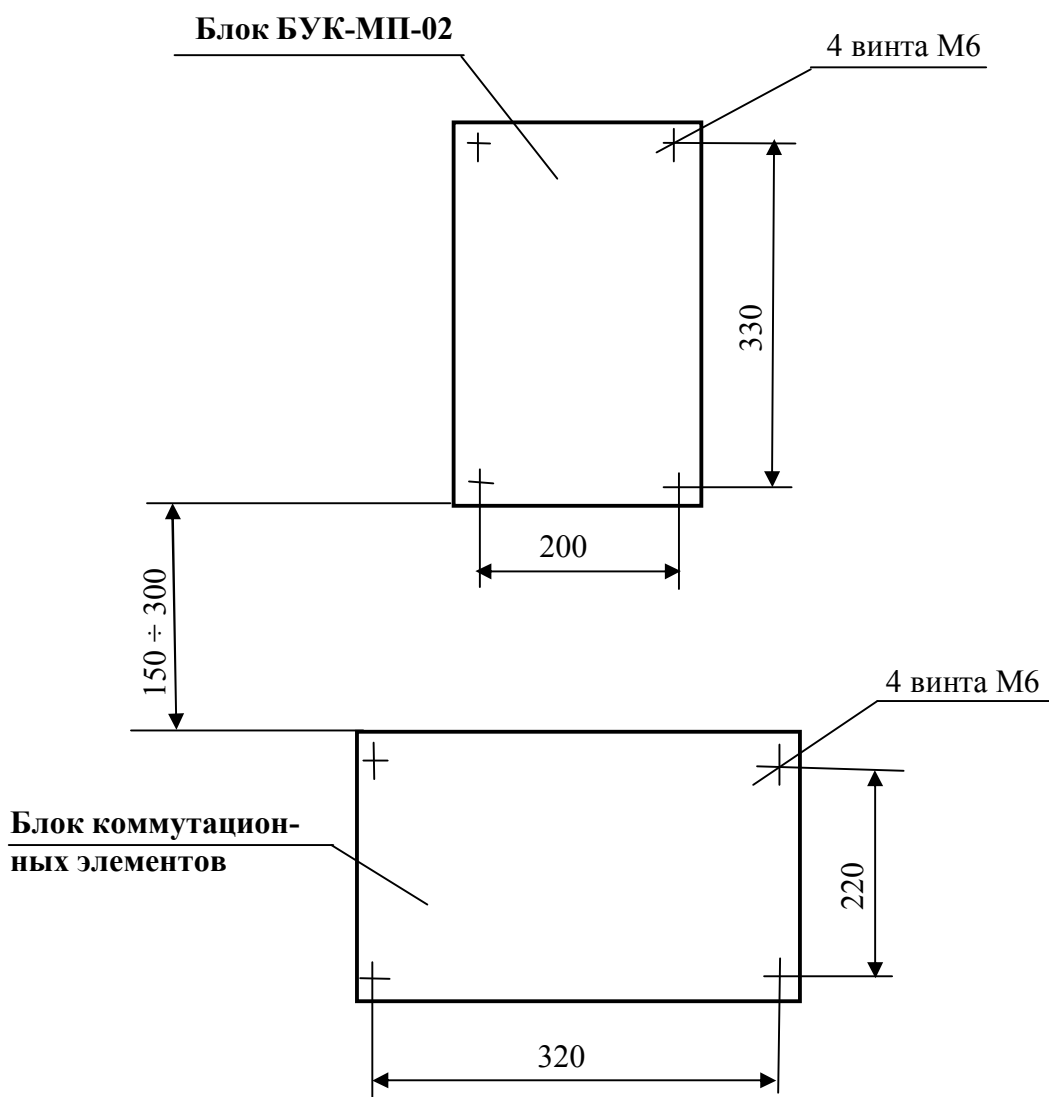

Рис. 1. Разметка под установку блока БУК-МП-02 и блока коммутационных элементов
2.2.1. Блок БУК-МП-02 устанавливается на вертикальной плоскости (щите) на высоте 1500-1700 мм от уровня пола. Блок коммутационных элементов (для подключения внешнего монтажа) располагается на расстоянии 150 – 300 мм ниже блока. См. рис.1